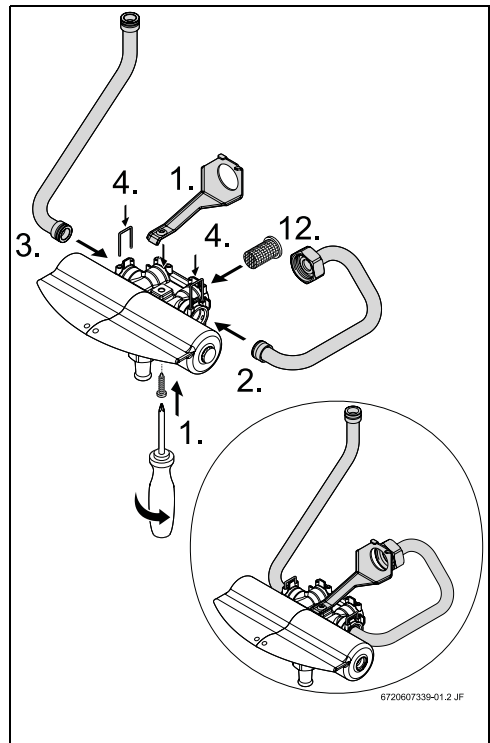

Bild 1
- ▶ Halterung am Mischer befestigen (→Bild 1, pos. 1).
- ▶ Kalt- (→Bild 1, pos. 2) und Warmwasserrohre (→Bild 1, pos. 3) montieren, dabei Anbringung der Befestigungsklammern (→Bild 1, pos. 4) nicht vergessen.
- ▶ Einabu des Wasserfilters (→Bild 1, pos. 12).